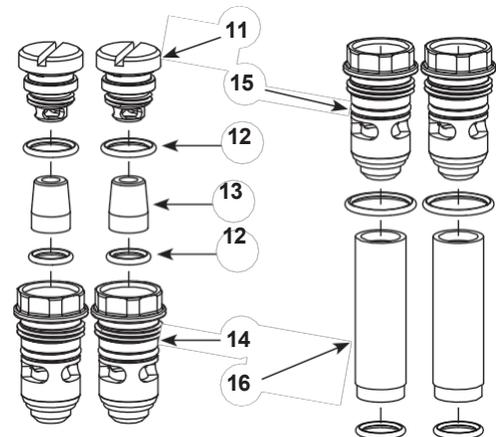

Figura 25 Assemblaggio dei raccordi ai tubi di fluidizzazione
4. Vedere Figura 25. Assemblare le valvole di non ritorno (13) Prima di sostituire i tubi di fluidizzazione (16), montare insieme gli O-ring (12), i tappi di accesso (14) e i tappi di raccordo (11). Quindi, una volta terminato, assemblare i tappi di accesso completi (15) e gli O-ring aggiuntivi sui tubi di fluidizzazione (16).